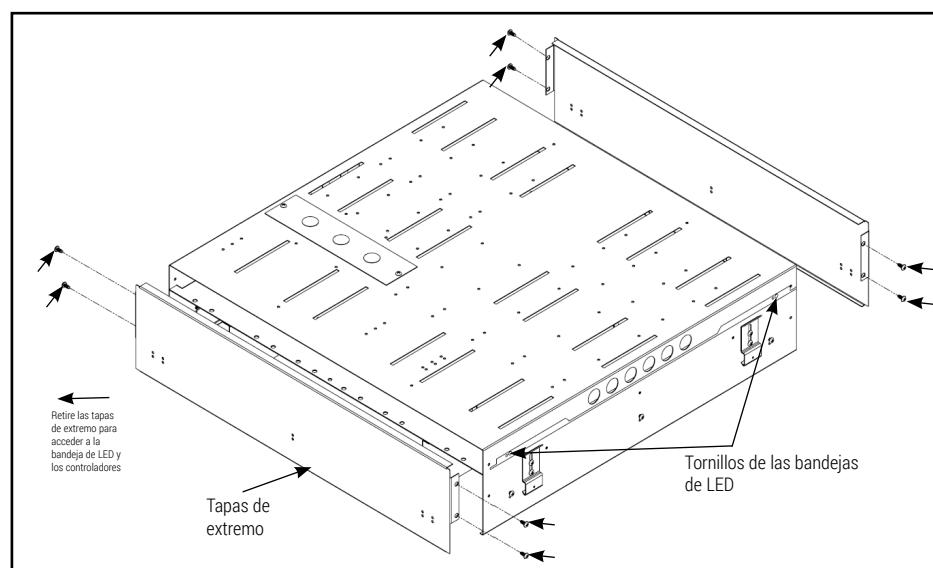

Figura 6.
2. Retire las tapas de extremo con sus 8 tornillos (2 por lado). Retire la bandeja de LED con sus 4 tornillos (2 por lado). Deslice la bandeja de LED hacia el extremo abierto para acceder al controlador (Figura 6).